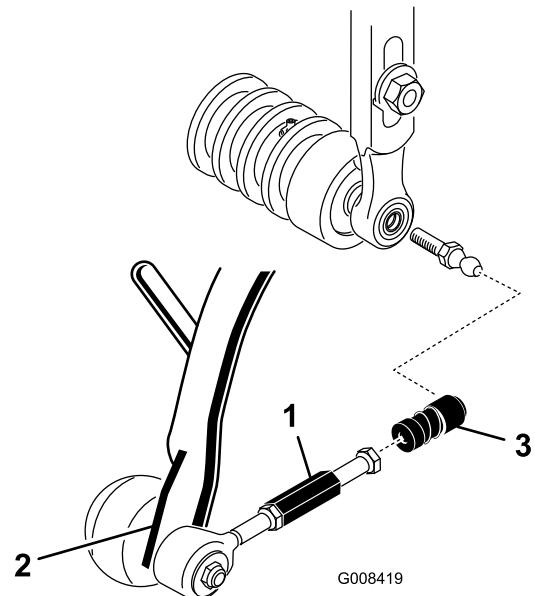

Bild 11
5. Schieben Sie die Hülse an jeder Kugellageraufnahme zurück und haken Sie die Aufnahme in den Kugelbolzen des Mähwerks ein (Bild 11).